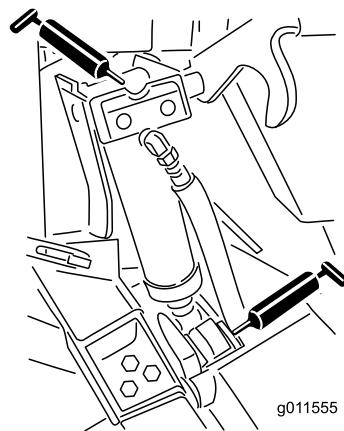

Figura 70
- 4 casquillos de los cilindros de elevación (Figura 70)